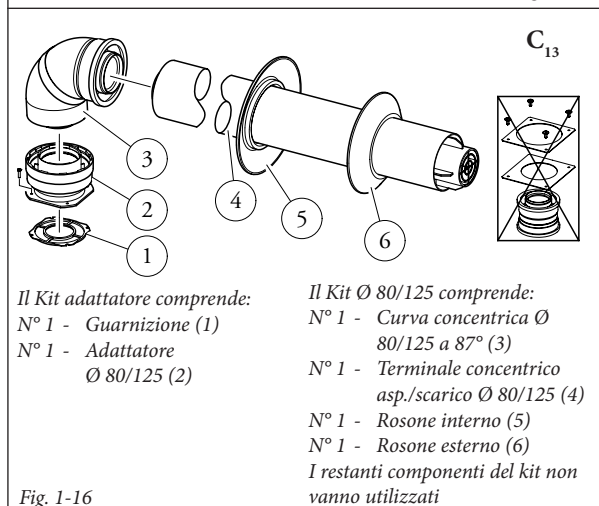

Fig. 1-16
Kit orizzontali di aspirazione - scarico Ø 80/125. Montaggio kit (Fig. 1-16): per l'installazione del kit Ø 80/125 occorre utilizzare il kit adattatore flangiato per poter installare il sistema fumario Ø 80/125. Installare l'adattatore flangiato (2) sul foro centrale della caldaia interponendo la guarnizione (1) posizionandola con le sporgenze circolari verso il basso a contatto con la flangia di caldaia e serrare con le viti presenti nel kit. Innestare la curva (3) con lato maschio (liscio) sino a portarla in battuta sull'adattatore (1). Innestare il tubo terminale concentrico Ø 80/125 (5) con lato maschio (liscio), nel lato femmina della curva (4) (con guarnizioni a labbro) sino a portarlo in battuta, accertandosi di avere già inserito il relativo rosone interno (6) ed esterno (7), in questo modo si otterrà la tenuta e la giunzione degli elementi che compongono il kit.